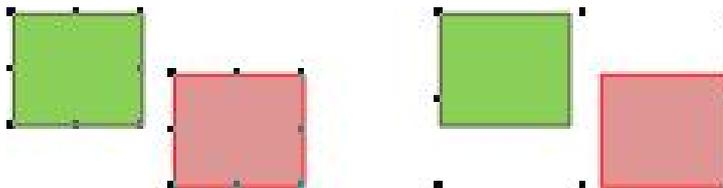

Рисунок 284 – Пример разгруппированного и сгруппированного элемента
**Команда «Сгруппировать»** позволяет сгруппировать вместе и разгруппировать два и более элемента (рисунок 284).